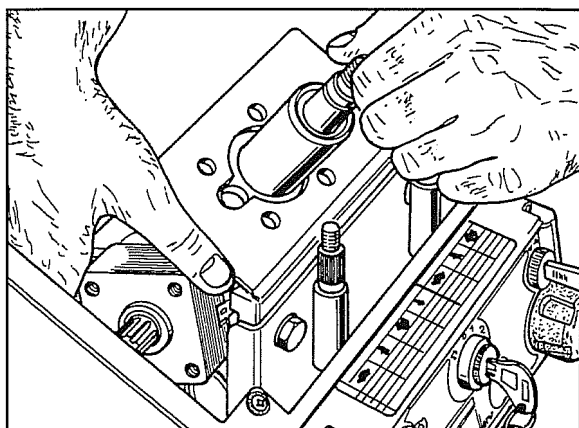

Fig. 62
3. Empurrar os tubos debaixo da direcção hidráulica e retirar a mesma de lado como ilustrado na fig. 62.